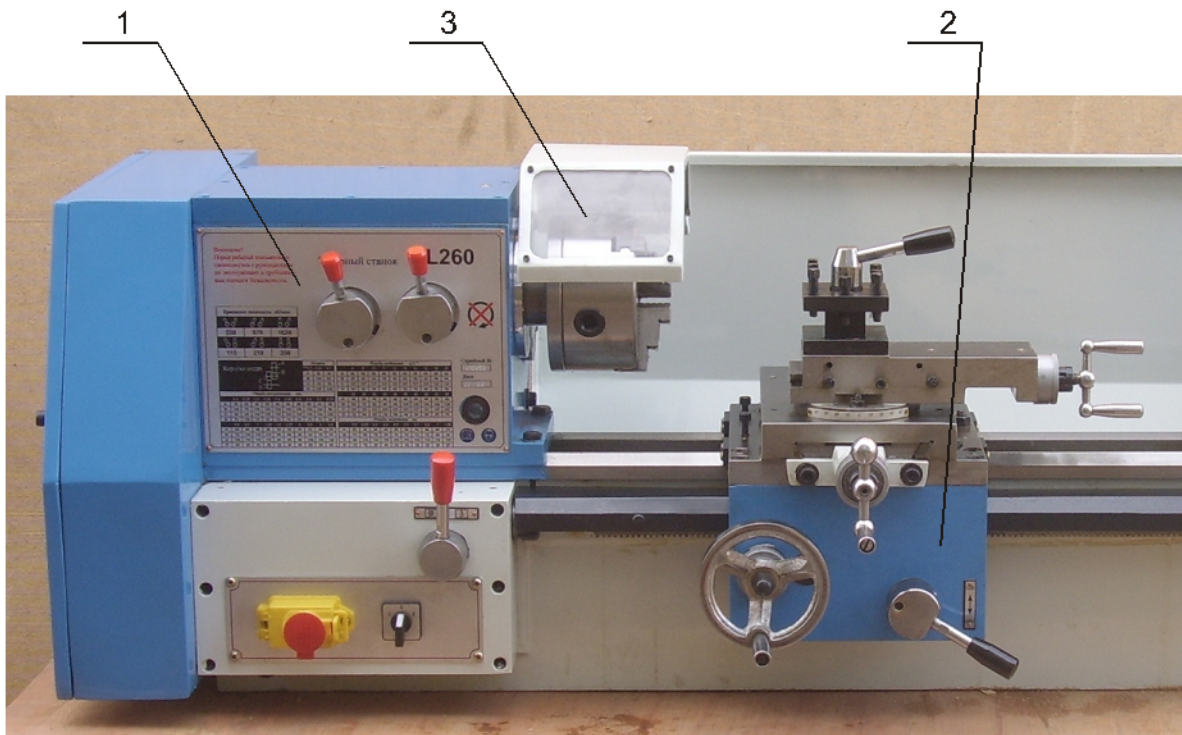

Рисунок 4
Передняя бабка 1 (рисунок 4) закреплена на станине четырьмя болтами. В ней установлен шпиндель на прецизионных подшипниках и расположены валы и зубчатые колеса коробки скоростей. С левого торца под кожухом расположены ременная передача и привод подач – гитара со сменными зубчатыми колесами. Корпус передней бабки изготовлен из высокопрочного чугуна, обеспечивающего низкую вибрацию при работе.
Суппорт 2 (рисунок 4) служит для закрепления и перемещения инструмента в процессе работы. Он состоит из следующих основных частей: каретка, фартук, поперечные салазки, верхние салазки с резцедержателем.
Резцедержатель 5 (рисунок 4) расположен на подвижной части верхних салазок и обеспечивает закрепление 4-х инструментов.
7.3.1 Защитный экран патрона 3 (рисунок 4) – установлен на шарнире в верхней передней части передней бабки. При необходимости экран можно откинуть, чтобы получить доступ к патрону, а при работе снова установить его над патроном. При откидывании экрана питание автоматически отключается микропереключателем , установленным на задней стенке передней бабки.